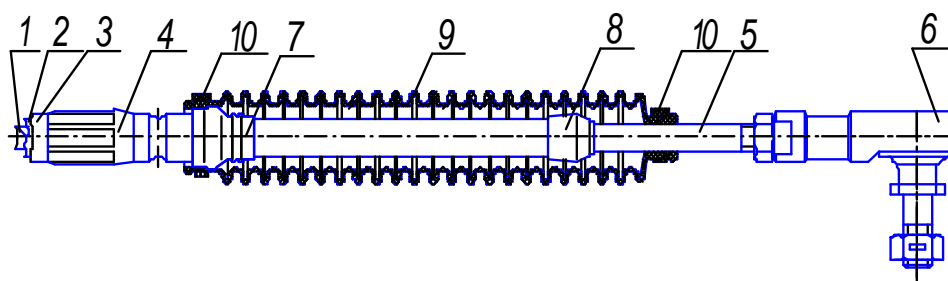

Рис. 3 Трос
**1.3. Трос** (рис. 3) представляет собой стальной витой многожильный канат 1, заключенный в гибкую металлическую броню 2 из пружинной стали. Металлическая броня покрыта сверху пластмассовой оболочкой 3. На концах троса напрессованы втулки 4. Сочленение «втулка - трубка» называется «маятниковый шарнир» и допускает поворот деталей друг относительно друга по конусу вращения с углом до  $16^\circ$ . Канат заканчивается штоком 5, на который ввернута шаровая опора 6, которой трос шарнирно соединяется с деталями механизма управления и транслятора. Стык маятникового шарнира герметизируется резиновым уплотнителем 7. Подвижный шток 8 герметизируется уплотнителем и втулкой. Все соединение закрыто гофрированным чехлом 9, концы которого затянуты хомутами 10.
Для обеспечения герметичности тросового привода применены резиновые уплотнители 7 и 8 (рис. 3) и гофрированные чехлы 9.
Следует обратить особое внимание на работу маятникового шарнира (см. рис. 3). Недопустимо превышение угла конуса вращения ( $16^\circ$ ), так как это приводит к разрушению маятникового шарнира и выходу троса из строя.
При монтаже и демонтаже тросов по кузову автобуса следует особо обратить внимание на предотвращение повреждения о металлические конструкции кузова (рис.3):